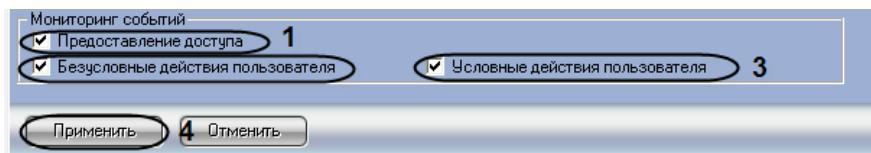

Рис. 3.4-26 Параметры группы Мониторинг событий
6. Настроить параметры группы Мониторинг событий (Рис. 3.4-26).
- 6.1 Установить флажок **Предоставление доступа**, если необходимо, чтобы в протоколе событий регистрировалось событие **Предоставление доступа** (см. Рис. 3.4-26, 1).
- 6.2 Установить флажок **Безусловные действия пользователя**, если необходимо производить мониторинг безусловных действий пользователя (см. Рис. 3.4-26, 2).
- 6.3 Установить флажок **Условные действия пользователя**, если необходимо производить мониторинг условных действий пользователя (см. Рис. 3.4-26, 3).
7. Для сохранения изменений необходимо нажать кнопку **Применить** (см. Рис. 3.4-26, 4).